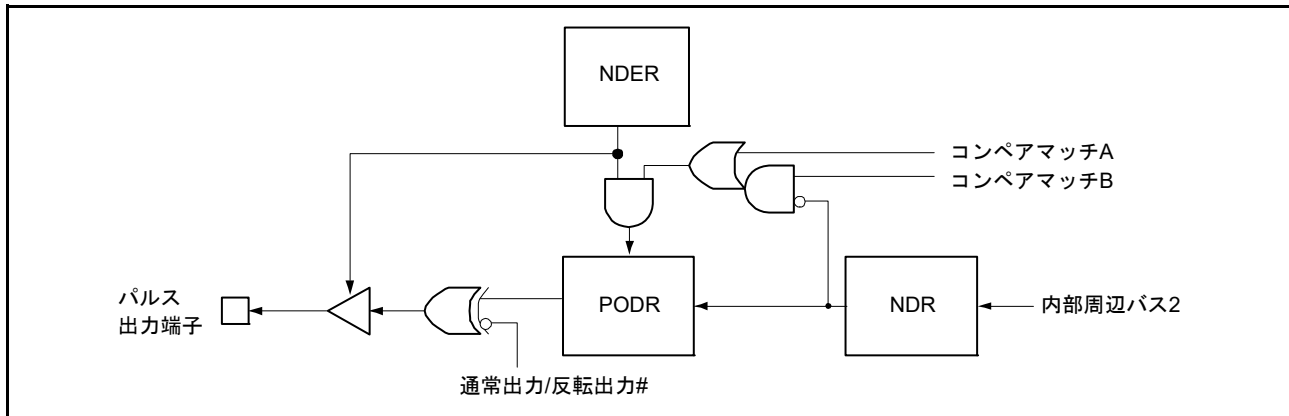

図 27.9 パルス出力ノンオーバーラップ動作
- ノンオーバーラップ時のパルス出力動作を図 27.9 に示します。